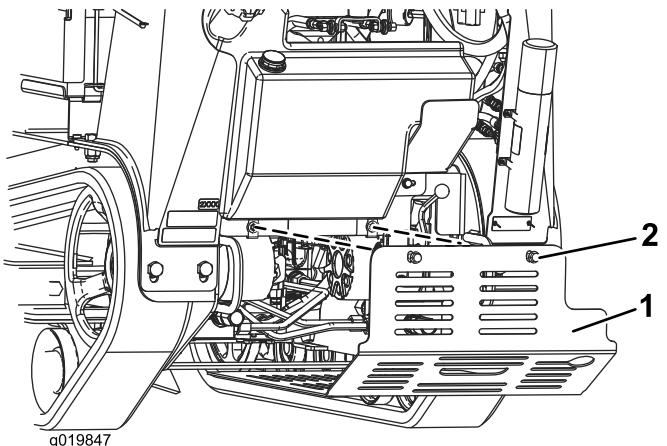

Figura 26
3. Afloje secuencialmente los 2 pernos que sujetan el protector inferior hasta que el deflector quede libre (Figura 26).
5. Para instalar el protector antes de utilizar la máquina, deslice el protector inferior en la máquina de modo que descance sobre las 4 pestañas y sujetelo con los 2 pernos que aflojó anteriormente (Figura 26).